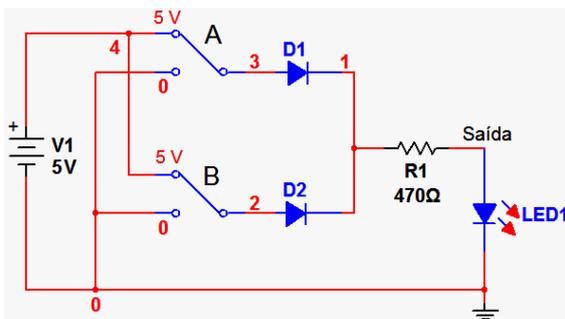

Figura 1.47 – Esquema da porta OR com diodos.
1.3.2 – Porta Lógica OU (OR)
O circuito lógico com diodos que desempenha a função OU é mostrado na Figura 1.47. A saída S apresenta um nível lógico alto na saída (1) quando qualquer das entradas estiver em nível alto. **Preencher** a Tabela 1.7 (nível lógico esperado na saída).